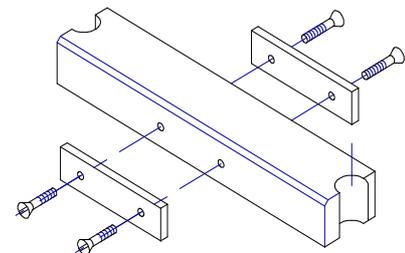

Abb. 8.
Siehe Anhang A. Ventil öffnen und aus der Rohrleitung ausbauen. Bei Ventilen mit Öffnungslaschen deren Befestigungsschrauben (8 St.) an den Schließpratzen lösen und die Laschen herausziehen (Abb. 8).
Siehe Anhang B. (Teilenummern beziehen sich auf Zeichnung Nr. 410006 in Anhang A). Ventil öffnen und aus der Rohrleitung ausbauen. Die Schrauben (6) zwischen den Gehäusehälften lösen und den unteren Gehäuseteil abnehmen. Bei Ventilen mit Öffnungslaschen (16) diese durch Lösen der 8 Schrauben von oberer (2) und unterer (3) Schließpratze entfernen (Abb. 8). Schadhafte Manschette herausnehmen und neue einsetzen. Bei steifen Manschetten die untere Schließpratze ausbauen. Nicht vergessen, die Öffnungslaschen (falls vorhanden) wieder zu montieren. Gehäusedichtung (15) zwischen den Gehäusehälften und Führungsringe (4) überprüfen. Durch verschlissene Dichtungen und/oder Führungsringe kann es bei einem Schaden an der Manschette zu Leckagen in die Umwelt kommen. Vor dem Einbau des Ventils in die Rohrleitung das Ventil zusammenbauen und die Schließpratzen justieren.